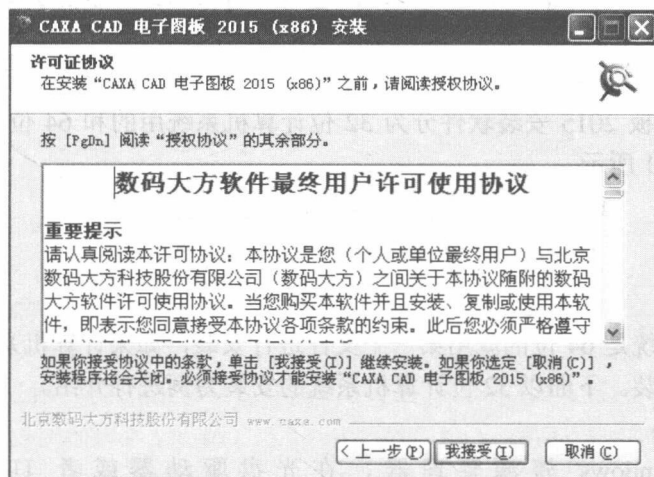

图 1-4 “许可证协议”对话框
(3) 单击“下一步”按钮,系统弹出“许可证协议”对话框,如图 1-4 所示。